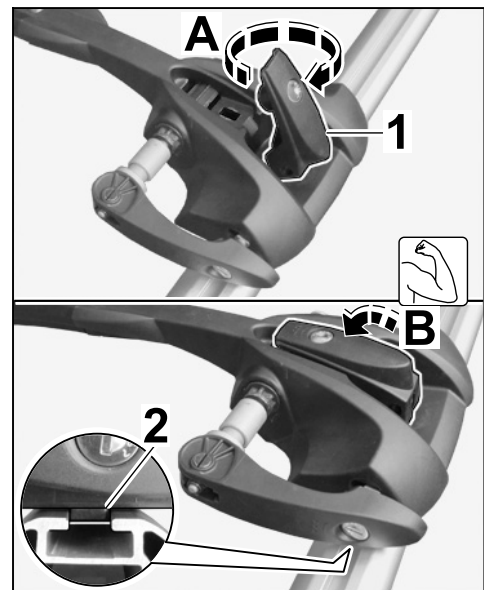

Fig. 23
- 5.6.1 Tourner le levier de serrage sur la fixation de la fourche de roue avant de 10 à 12 tours en sens horaire (⇒ Fig. 23 -A-).
Veiller à ce que les ergots de guidage / guides (partie inférieure fixation pour fourche de roue avant) s'engagent correctement dans la rainure du support du système de transport sur toit (⇒ figure 23, zoom).
- 5.6.2 Rabattre le levier de serrage, en forçant, sur la fixation de la fourche de roue avant (⇒ Fig. 23 -B-).